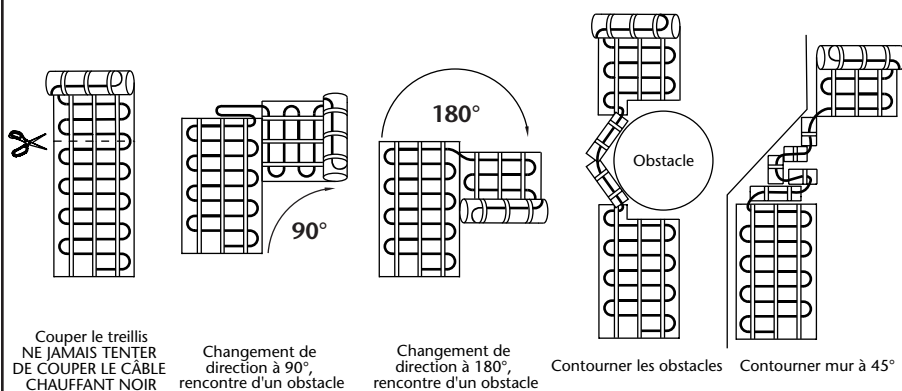

Figure 4.4 1
Figure 4.4 a
- Dérouler le rouleau EFMA, face collante contre le sol (figure 4.4 a);
- Sur un sous-plancher de contreplaqué, pour éviter que les extrémités du treillis ne retroussent,agrafer le treillis (figure 4.4 b);
- Sur un sous-plancher de béton, utiliser la colle en aérosol pour fixer le treillis à la dalle de béton (figure 4.4 c).
Figure 4.4 b
Figure 4.4 c